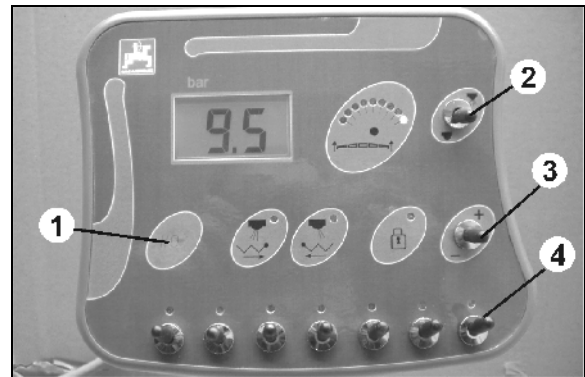

Fig. 2
3.  **AMASET⁺** (Fig. 2/1) einschalten.
6.  (Fig. 2/3) solange **+** / **-** betätigen, bis die Spritzdruckanzeige einen Spritzdruck von 4 bar anzeigt.
- o Eine Teilbreite über einen Teilbreitenschalter (Fig. 2/4) schließen. An der Spritzdruckanzeige verändert sich der eingestellte Spritzdruck.